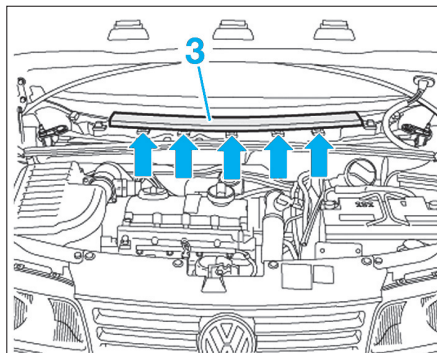

Fig. 30
- Déposer par le haut et avec précaution la partie centrale (3) de la grille d'avent en faisant levier (flèches) (Fig.30).